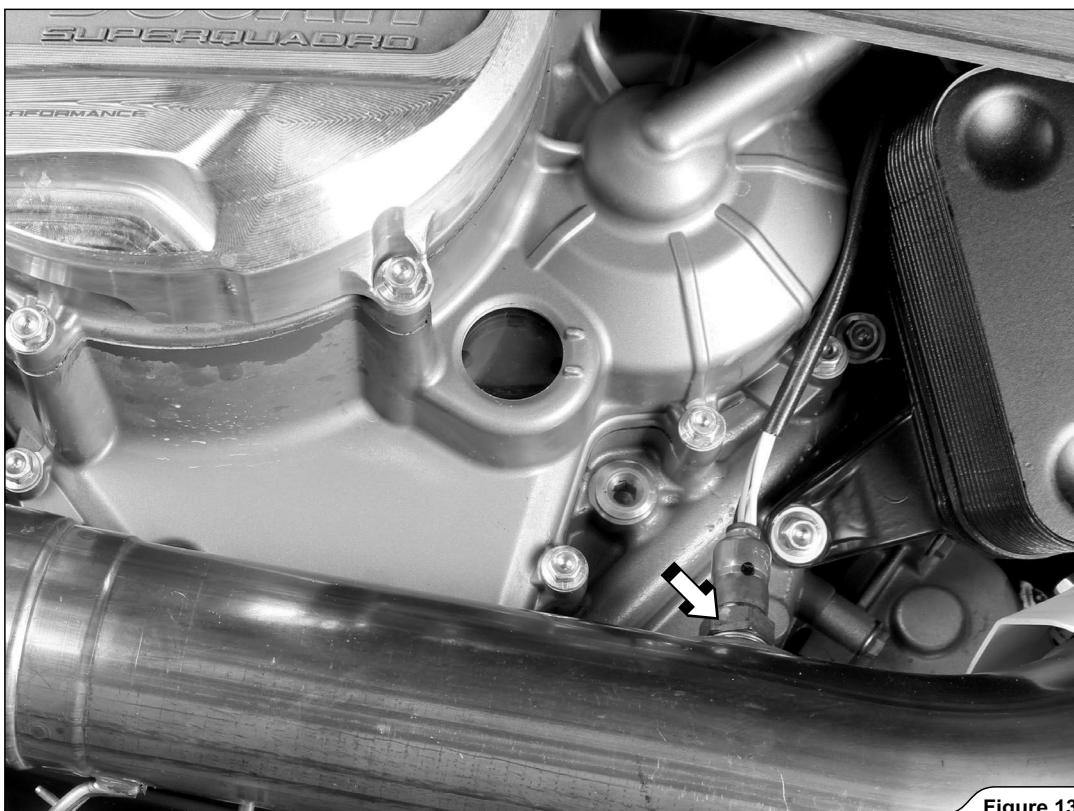

Figure 13
9. フロントラムダセンサーを慎重に緩めて外します (図 13)。